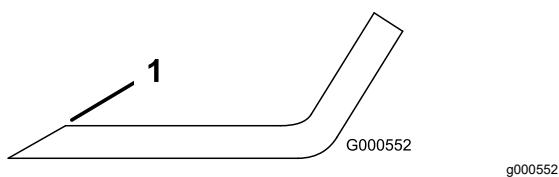

Figura 71
1. Utilice una lima para afilar el filo de corte en ambos extremos de la cuchilla (Figura 71).
Nota: Si la cuchilla no está equilibrada, rebaje algo el metal en la parte de la vela solamente (Figura 71).